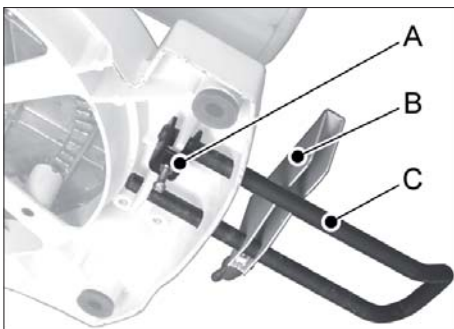

Рис. 4
- Встановіть подовжувач по довжині (В, Рис. 4) на правому або лівому боці.
- При роботі на верстаті використовуйте мішок для збору тирси (К, Рис. 4).